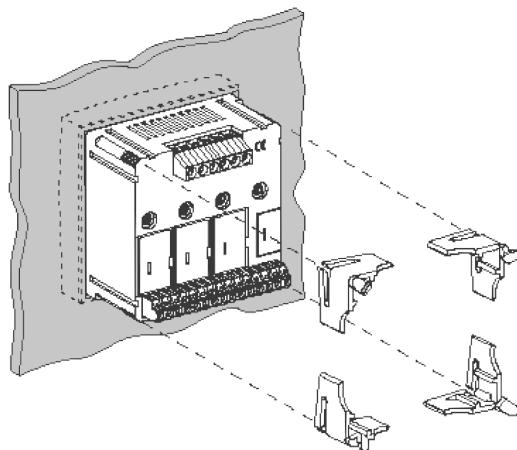

Bild 2
2. Fixe o aparelho por trás com os quatro grampos, tal como apresentado em Bild 2.